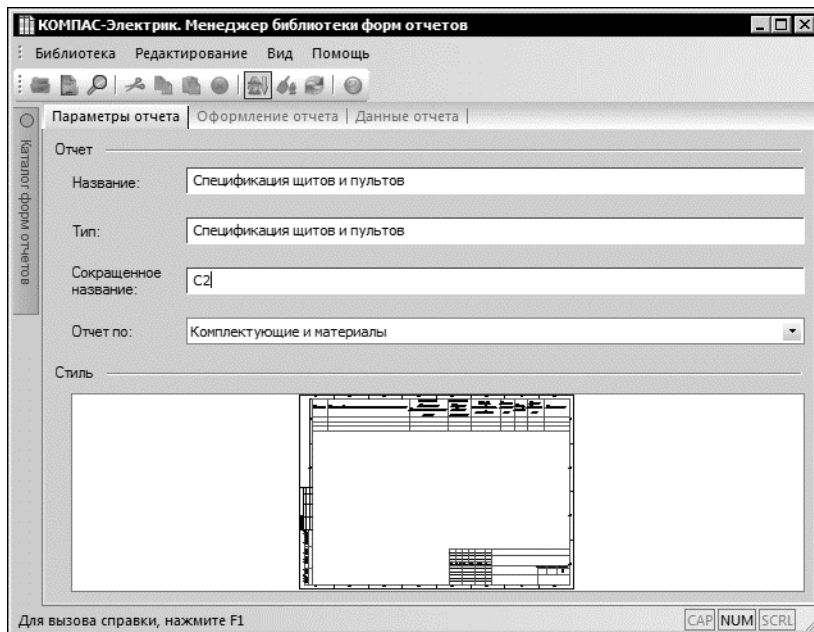

Рис. 14.1. Вкладка **Параметры отчета**
- ▼ **Параметры отчета** (рис. 14.1 на с. 238),
Ввод общих сведений об отчете (название и тип документа, тип данных, отображаемых в отчете) осуществляется во вкладке **Параметры отчета** диалога заполнения формы (рис. 14.1 на с. 238). В окне просмотра, находящегося на этой вкладке можно посмотреть выбранный стиль оформления первого листа документа и заголовок («шапку») отчета.